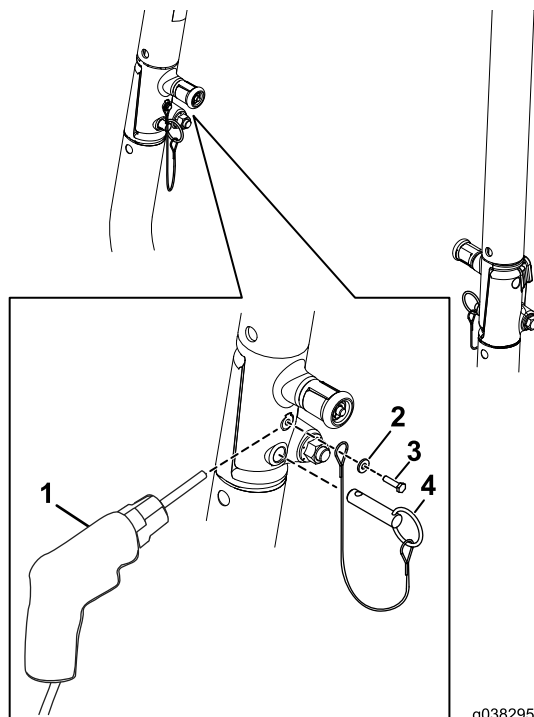

図 6
1. #180.170"のドリルで、ROPSにランヤード用の穴を開ける 図 6。
2. タップねじ#10 x ¾"とワッシャで、ROPS ピンをROPSアセンブリの左右に固定する 図 6。
3. ROPS の穴に ROPS ピンを入れる 図 6。